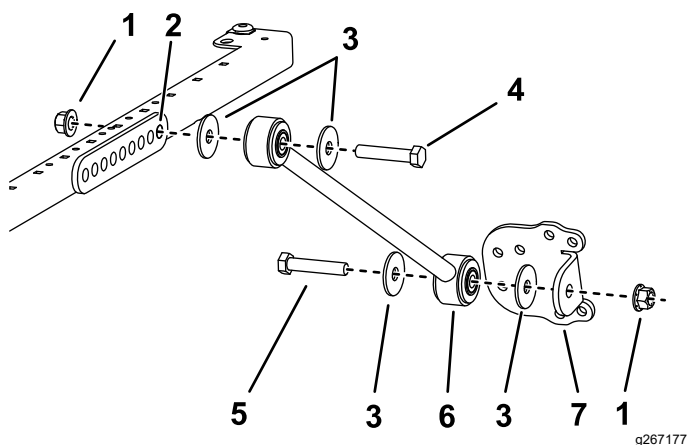

Figura 30
- Para os Modelos 03820, 03821, 30604, 30605, 30608 e 30609 em cada lado da estrutura do toldo, monte sem apertar completamente uma cinta no furo **traseiro** do suporte de cinta com um parafuso ($\frac{1}{2}$ pol. x $2\frac{1}{2}$ pol.), anilha ($\frac{1}{2}$ pol.) e porca flangeada ($\frac{1}{2}$ pol.), como se mostra na Figura 30.
11. Instale sem apertar completamente um suporte de cinta em cada cinta usando um parafuso ($\frac{1}{2}$ pol. x $2\frac{1}{2}$ pol.), anilha ($\frac{1}{2}$ pol.) e uma porca flangeada ($\frac{1}{2}$ pol.), como se mostra na Figura 30.